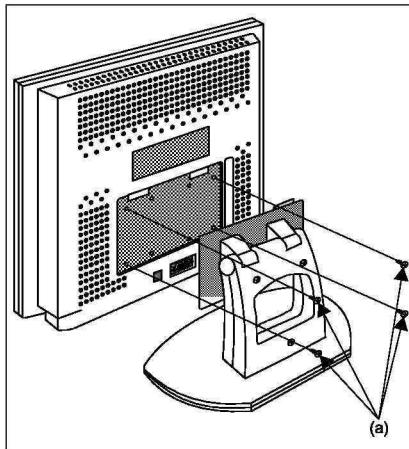

Рис. 3
- Выкручивают четыре винта (рис. 3) и отделяют монитор от подставки.